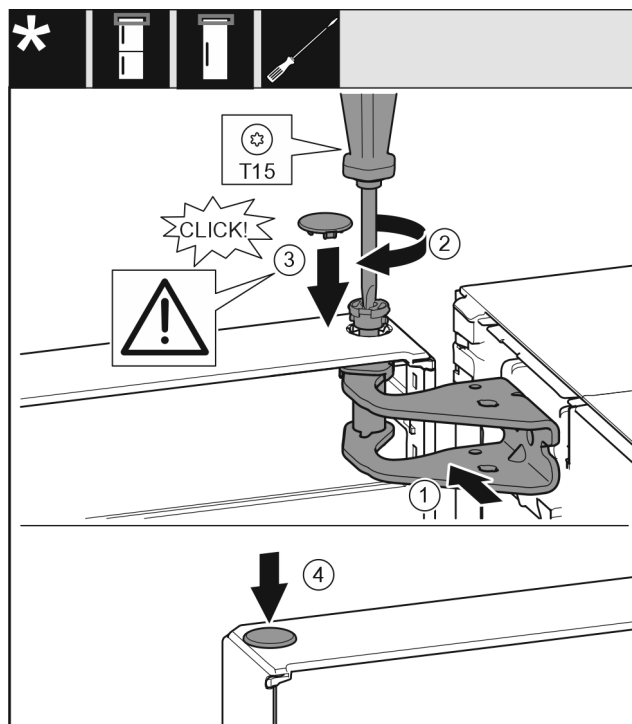

Fig. 23
- ▶ Выровняйте дверь сверху по отверстию в опорном кронштейне Fig. 23 (1)
- ▶ Вставьте палец Fig. 23 (2) и затяните отверткой.
- ▶ Установите предохранительную крышку Fig. 23 (3) для защиты двери: вставьте предохранительную крышку и проверьте, прилегает ли она к двери. В ином случае вставьте палец полностью.
- ▶ Вставьте заглушку Fig. 23 (4).